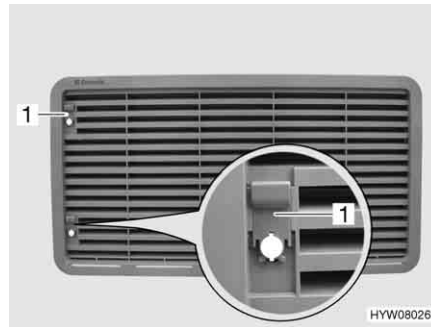

Fig. 169 Griglia di aerazione del frigorifero (con cursore)
- Spingere il cursore (Fig. 169,1) verso l'alto.